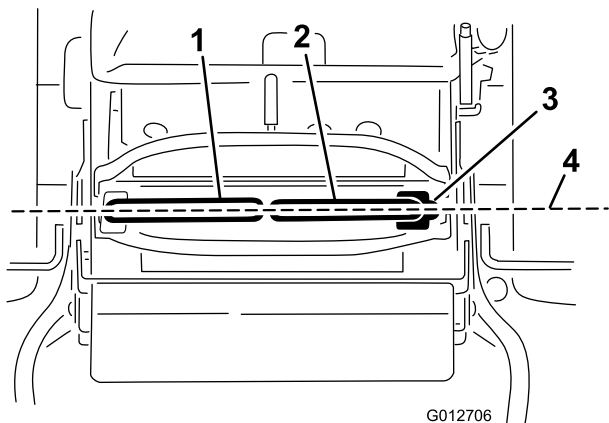

Figure 78
Important: Assurez-vous que l'alignement des roues de la machine est correct après avoir réglé les leviers de commande de déplacement. La procédure est identique pour régler l'alignement des roues et aligner les leviers de commande de déplacement longitudinalement (Figure 78).
1. Une fois le réglage horizontal terminé, contrôlez l'alignement avant/arrière en poussant légèrement les leviers de commande vers l'avant pour rattraper le mou de la timonerie des leviers de commande (Figure 78).